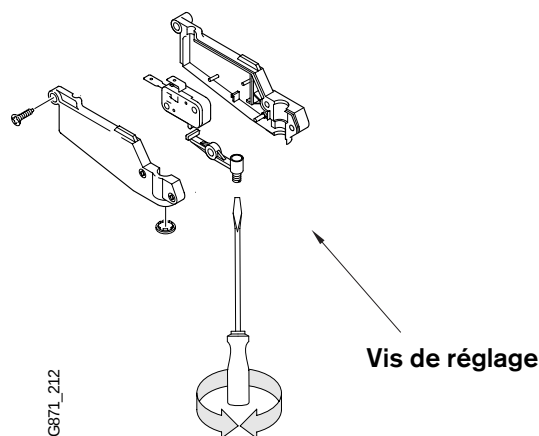

Fig. 14 - Réglage du microcontact
Si vous entendez un déclic quand un robinet est ouvert, le microcontact doit être rajusté. Consultez la figure 15 (no 11) pour connaître son emplacement, et la fig. 14 pour effectuer le réglage. Il se peut que vous deviez remplacer le microcontact.
Si l'orifice de la veilleuse est propre, il faudrait vérifier l'assemblage de la valve d'eau. La vis de réglage du microcontact de la valve d'eau pourrait ne pas être assez serrée (fig. 14). Enlevez le bouchon central sous l'assemblage du microcontact, dévissez délicatement la vis de réglage jusqu'à ce que la veilleuse s'allume. Ensuite, revissez la vis d'un tour et demi (Voir la fig. 14).
Si l'eau ne coule pas, mais que l'électrode de la veilleuse produit continuellement des étincelles, la vis fixant le microcontact à la valve d'eau doit être rajustée. Voir la figure 14.
3. Vérifiez le réglage du microcontact (voir la fig. 14).
1. Vérifiez le réglage du microcontact (voir la fig. 14).
2. Vérifiez le réglage du microcontact (voir la fig. 14).